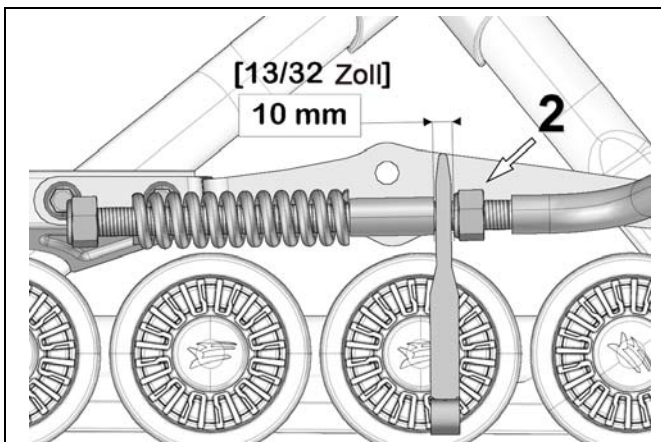

Abbildung 9
- Stellen Sie Mutter (2) ein, um einen Abstand von 10 mm zwischen Mutter und der Stabilisierungsarmführung, wie in Abbildung 9 dargestellt, zu erzielen.